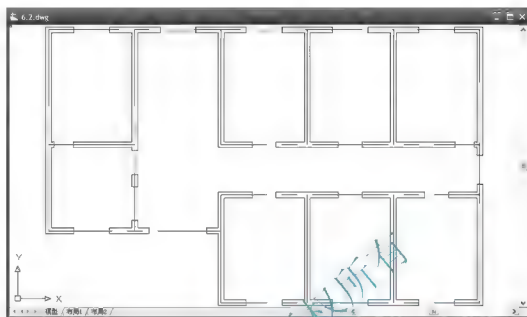

图 6.2 修改后的办公楼底层平面图
- (1) 打开“办公楼底层平面图.dwg”图形文件。
- (2) 将“办公楼底层平面图.dwg”内除【墙线】、【室外】和【轴线】外的其他图层冻结。
- (3) 选择菜单栏中的【编辑】|【复制】命令,在选择对象:提示下,输入“All”后按 Enter 键,再次按 Enter 键结束命令。
- (4) 选择菜单栏中的【窗口】|【办公楼三维模型】命令,将“办公楼三维模型”设为当前文件,然后选择菜单栏中的【编辑】|【粘贴】命令或按 Ctrl+V 组合键,在指定插入点:提示下,在屏幕上任意单击一点作为图形的插入点。
- (5) 输入“Z”后按 Enter 键,再输入“E”后按 Enter 键,执行【范围缩放】命令。
- (6) 删除散水后将【室外】图层关闭,结果如图 6.2 所示。